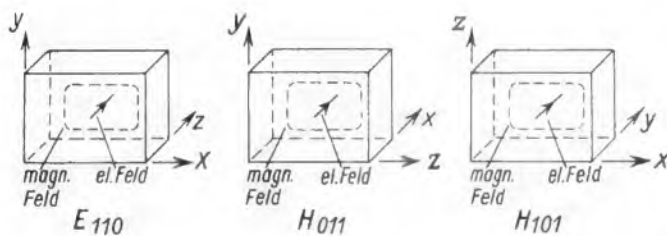

Bild 8. Die Bezeichnung der gleichen Schwingungsform je nach gewähltem Koordinatensystem
Beim rechteckigen Hohlraum ist die Unterscheidung, ob eine magnetische oder elektrische Grundschiwingung vorliegt, nicht eindeutig. Wie Bild 8 zeigt, ist die Kennzeichnung davon abhängig wie das Koordinatensystem angeordnet wird.
1. Ein und dieselbe Schwingung kann also sowohl als elektrischer wie auch als magnetischer Schwingungstyp angesehen werden (Bild 8).